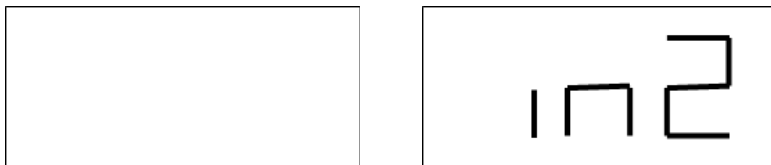

Рис. F6.4. Ввод позиции веса W2
- Если угол больше 120° , стенд в течение одной секунды отобразит сообщение, показанное на рисунке F6.2, и издаст тройной звуковой сигнал, указывающий, что необходимо выбрать другую точку. Если угол меньше 120° , стенд отобразит сообщение, показанное на рис. F6.4, что позволит перейти к следующему шагу.